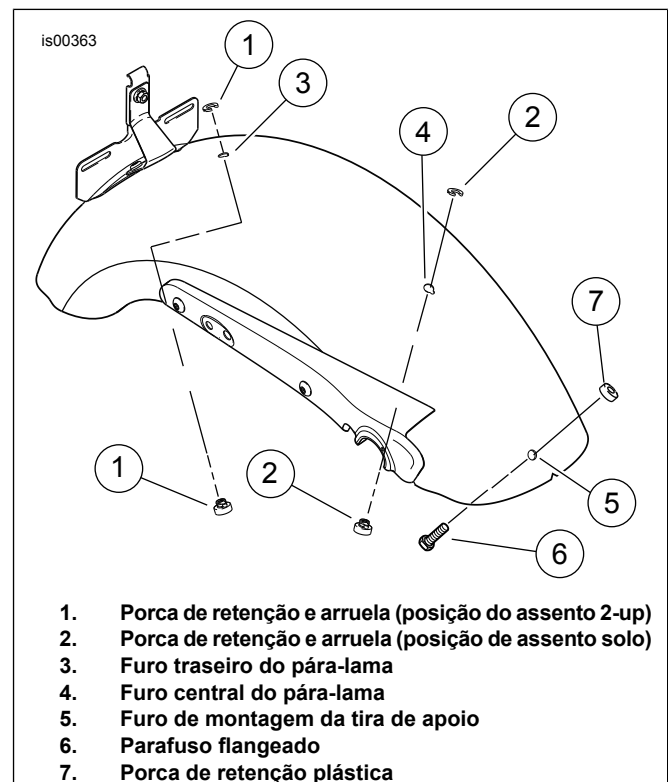

Figura 1. Localização da porca de retenção
5. Veja a Figura 1. Remova a tampa plástica do furo da extremidade traseira do pára-lama (3).